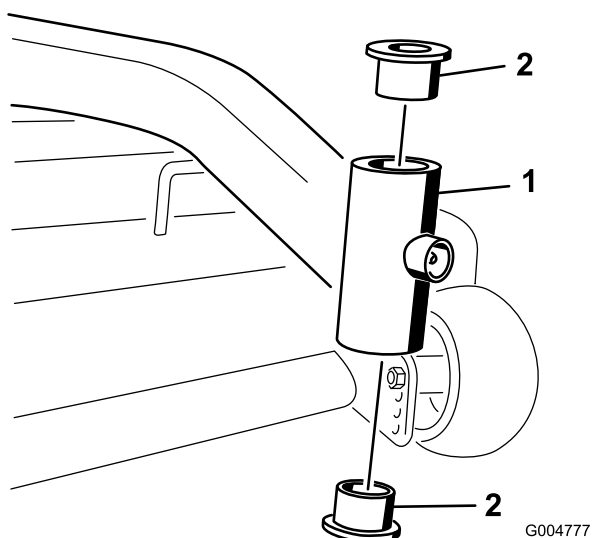

Figure 38
4. Insérez un chasse-goupille dans le tube de montage et chassez les bagues avec précaution (Figure 38).